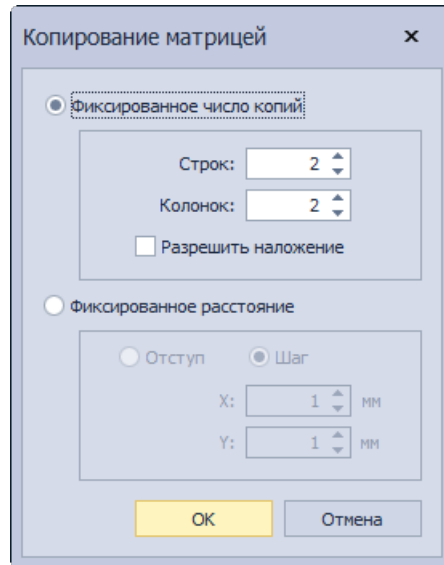

Рис. 446 Фиксированное число копий
- Фиксированное число копий (см. Рис. 446) – укажите число строк и колонок и установите при необходимости флаг в поле «Разрешить наложение», для допуска наложения копируемых объектов друг на друга.